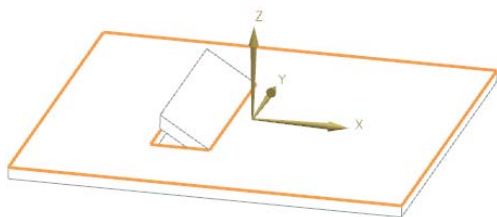

图 4-42 成形端百叶窗特征轮廓绘制平面
(1) 选择“菜单(M)”→“插入(S)”→“冲孔(H)”→“百叶窗(L)”, 或者单击“主页”选项卡“凸模”面组上的“百叶窗”按钮, 打开“百叶窗”对话框。单击图标, 选择如图 4-42 所示的钣金面作为草绘平面。